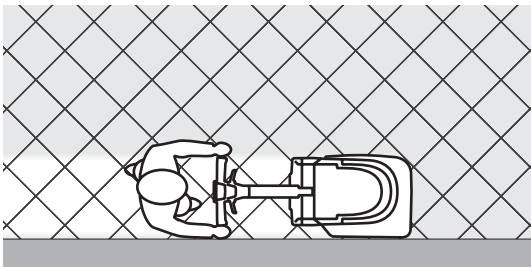

Abbildung 3
6. Das Gerät mithilfe der Hände auf den Griffen (6) lenken und die Bodenwisch-/Trocknungstätigkeiten beginnen.
*Die Griffe (6) sind mit jeweils einem Sensor für den Start der Bürste und die Reinigungslösung ausgestattet, sodass diese nur gestartet werden, wenn zumindest ein Sensor die Hände des Bedieners erkennt.*
8. Um durchschnittlich bis recht große Schmutzteilchen aufzufangen, den Hebel (7) drücken und die vordere Sauglippe anheben. Um die vordere Sauglippe permanent angehoben zu halten, den Hebel (7) drücken und mit der Taste (9-A) blockieren.
9. Um die Schubbügelneigung zu verwenden und die freie Neigungseinstellung beizubehalten, den Hebel (8) drücken und mit der Taste (9-B) blockieren.
*Um die Funktion der Tasten (9-A, 9-B) aufzuheben und wieder die vordere Sauglippe abzusenken oder den Schubbügel in eine feststehende Position zu bringen, den Hebel der Sauglippe (7) oder den Hebel für die Schubbügelneigung (8) kurz drücken.*
10. Im Falle besonders hartnäckiger Verschmutzung kann der Bürstenanpressdruck auf den Boden erhöht werden, indem der Drehknopf (19) gegen den Uhrzeigersinn gedreht wird. Zum Verringern des Drucks den Drehknopf (19) im Uhrzeigersinn drehen.
*Damit auch die Bodenränder an den Wänden einwandfrei gereinigt/getrocknet werden, empfiehlt Nilfisk, mit der rechten Geräteseite wie auf Abbildung 3 an die Ränder heranzufahren.*